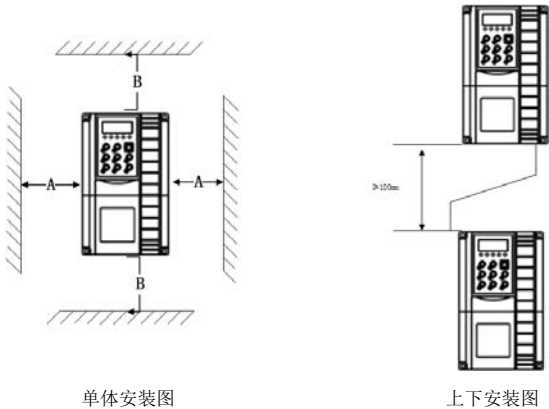

图 3-1 MZ510A 安装示意图
- 1) 请垂直安装变频器，便于热量向上散发。但不能倒置。若柜内有较多变频器时，最好是并排安装。在需要上下安装の場合，请参考图 3-1 的示意，安装隔热导流板。
- 2) 安装空间遵照图 3-1 所示，保证变频器的散热空间。但布置时请考虑柜内其它器件的散热情况。